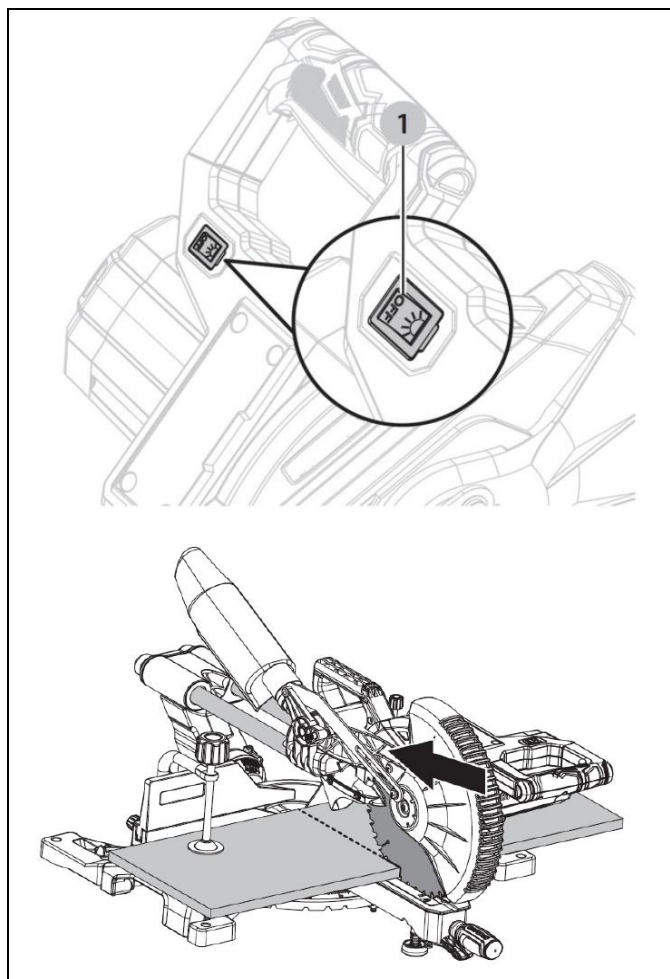

Рисунок 14
5.2 Использование переключателя ВКЛ./ВЫКЛ. системы точного лазерного указателя линии реза (Рис. 14) (светодиод)
• Система точного лазерного указателя линии реза оборудована переключателем ВКЛ./ ВЫКЛ. (ON/OFF) (1). Система лазерного указателя не зависит от куркового переключателя пилы.